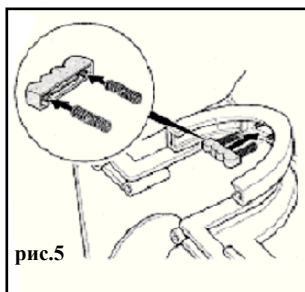

рис.5
5.4 Сборка и установка выбрасывателя и отражателя выбрасывателя(рис.5,6,7).
5.4.1 Установите две пружины в планку и вставьте планку в заднюю часть крепления выбрасывателя на корпусе снегоуборочника (рис. 5).